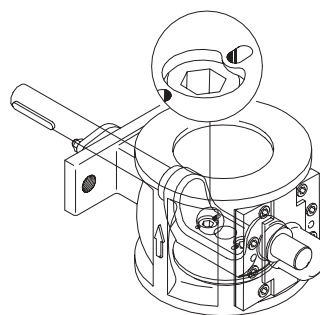

Fig 14
10. Lås skruvarna genom att med en körnare kraga över material på bygelns baksida. Detta görs lämpligast genom att slå i redan befintliga markeringar. (Fig.14)